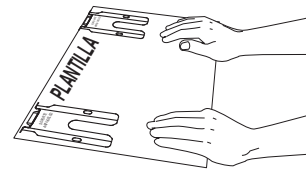
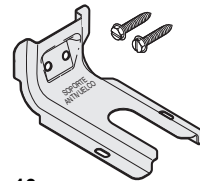

Fig. 9
Fig. 10
- Plantilla del soporte antivuelco (Fig. 9), 2 tornillos de montaje (el soporte y los tornillos son suministrados con la estufa - Fig. 10) y cinta adhesiva (Fig. 11).